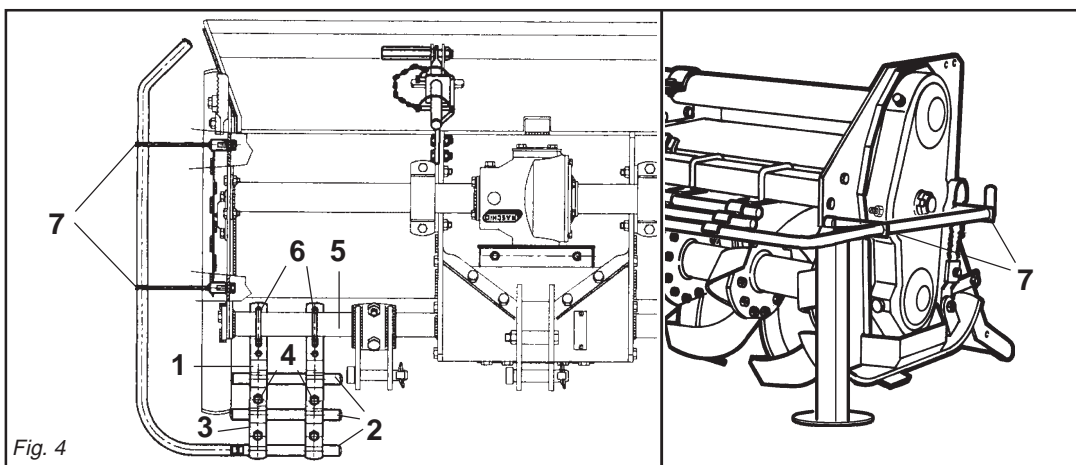

Fig. 4
- Il gruppo delle protezioni, composto dall'attacco (1 Fig. 4) che fa da fermo per i tubi (2 Fig. 4) bloccati dalla staffa (3 Fig. 4) e dalle viti (4 Fig. 4), è fissato al tubo quadro anteriore (5 Fig. 4) mediante i cavallotti (6 Fig. 4), e va posizionato uno a destra e uno a sinistra il più esternamente possibili.
- Lateralmente, su entrambe le fiancate, vanno fissate tramite le viti delle protezioni sagomate (7 Fig. 4).
- The protection unit, consisting of the coupling (1 Fig. 4) that acts as a clamp for the pipes (2 Fig. 4) locked by the bracket (3 Fig. 4) and by the screws (4 Fig. 4), is fixed to the square front pipe (5 Fig. 4) by the U-bolts (6 Fig. 4) and should be positioned as far outwards as possible, one on the right and the other on the left.
- The shaped protections should be fixed laterally with screws to both the sides (7 Fig. 4).
- Die Gruppe der Schutzvorrichtungen, die sich aus dem Anschluß (1 Abb. 4), der zur Arretierung für die Rohre (2 Abb. 4) dient, die durch den Bügel (3 Abb. 4) blockiert werden, und den Schrauben (4 Abb. 4) zusammensetzt, wird am vorderen Vierkanthrohr (5 Abb. 4) mit den U-Bolzen (6 Abb. 4) befestigt. Eine davon ist rechts und eine links, so weit wie möglich außen anzubringen.
- Seitlich auf den beiden Seitenteilen sind die geformten Schutzteile (7 Abb. 4) mit Schrauben zu befestigen.
- Le groupe des protections, comprenant l'attelage (1 Fig. 4) qui sert de butée pour les tubes (2 Fig. 4) bloqués par la bride (3 Fig. 4) et par les vis (4 Fig. 4), est fixé au tube carré avant (5 Fig. 4) par des crampons (6 Fig. 4). Positionner une protection à droite et une à gauche, le plus possible à l'extérieur.
- Les protections galbées doivent être fixées latéralement, des deux côtés avec les vis des protections (7 Fig. 4).
- El grupo de las protecciones, compuesto por la conexión (1 Fig. 4) que funciona como bloqueo de los tubos (2 Fig. 4) bloqueados a su vez por el soporte (3 Fig. 4) y por los tornillos (4 Fig. 4), está fijado en el tubo cuadrado anterior (5 Fig. 4) mediante los pernos de U (6 Fig. 4) y debe ser emplazado uno a la derecha y uno a la izquierda lo más externamente posible.
- Lateralmente, sobre ambos lados, debemos fijar mediante los tornillos las protecciones molduradas (7 Fig. 4).